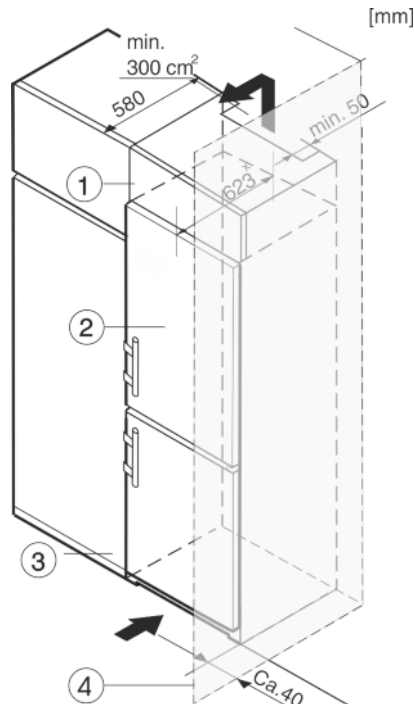

Fig. 12
Устройство может быть окружено предметами кухонной обстановки. Чтобы уравнивать устройство Fig. 12 (2) по высоте с кухонной стенкой, можно установить над устройством соответствующий дополнительный шкафчик Fig. 12 (1).
В комбинации с кухонными шкафами устройство можно устанавливать непосредственно рядом с кухонным шкафом Fig. 12 (3). Чтобы можно было полностью открыть двери, устройство должно выступать, как минимум, на 65 мм\* относительно передней стенки кухонного шкафа. В зависимости от глубины кухонных шкафов и использования пристенных распорок устройство может выступать и больше.
Если устройство установлено на шарнирах у стены *Fig. 12 (4)*, то расстояние между устройством и стеной должно быть не менее 40 мм. Настолько выступает ручка при открытой дверце.